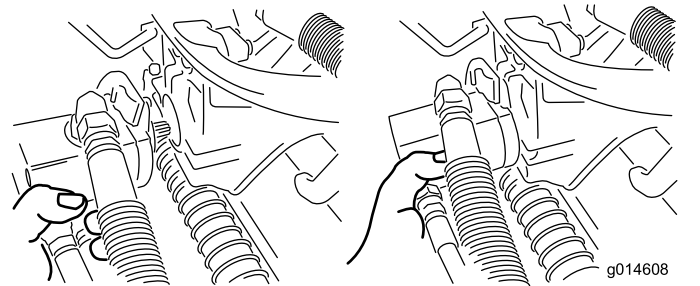

図 49
3. 外したモータは、サスペンションアームの前方にある一時保管位置にセットしておく(図 49)。